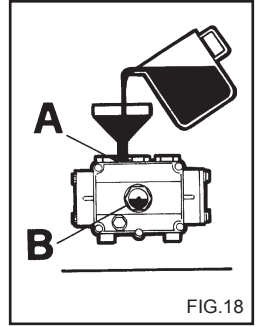

FIG.18
- 4) Заверните пробку слива и залейте масло через верхнее отверстие, рис. 18А, до уровня, указанного на индикаторе (fig. 18В).